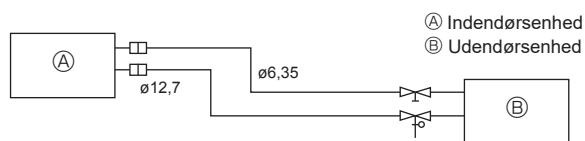

Fig. 5-2
(1) Nedenstående tabel viser specifikationerne for de rør, der er tilgængelige i handelen. (Fig. 5-2)